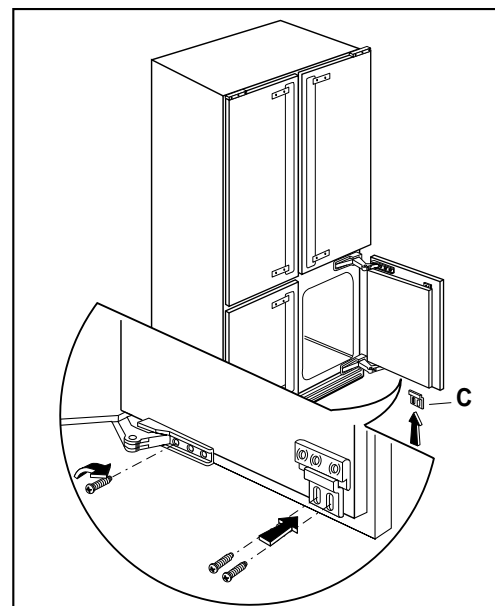

Abb. 7
- Bringen Sie das untere Einsatzstück C mit zwei Schrauben an und befestigen Sie das Scharnier mit einer Schraube im vertikalen Langloch (Abb. 7).